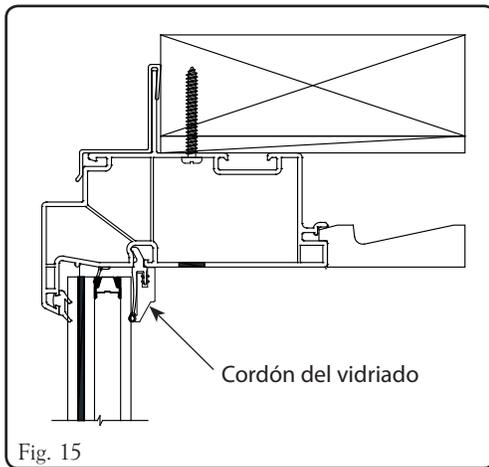
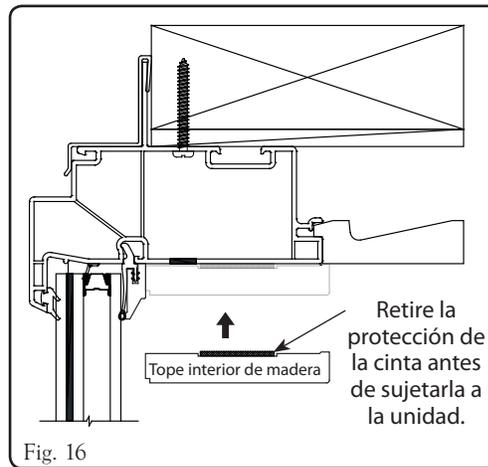

Fig. 15
Fig. 16
**Unidades Wood Glastra solamente:** Consulte las Fig. 15 y 16. Para instalar los topes interiores de madera, retire la protección de la cinta y sujete los topes interiores de madera en la unidad como se muestra en la Fig. 16. Sujete los topes verticales primero, luego los topes horizontales.